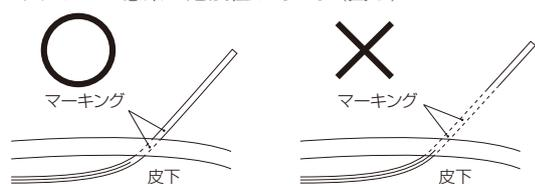

図6
- 留置位置表示マークが2個とも体表面に出ていないことを確認すること。マーキングが2個とも体表面に出ていないと、吸引部が体表に露出し、エアリークによる吸引特性の低下、および感染の危険性がある。(図6)